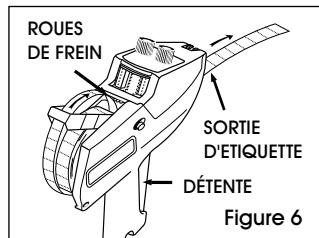

Figure 6
- Pressez et maintenez la détente enfoncée tout en alimentant la bande d'étiquettes dans la fente sous les roues de frein, jusqu'à ce qu'environ 15 cm (6 po) sortent de l'avant. (Voir figure 6)